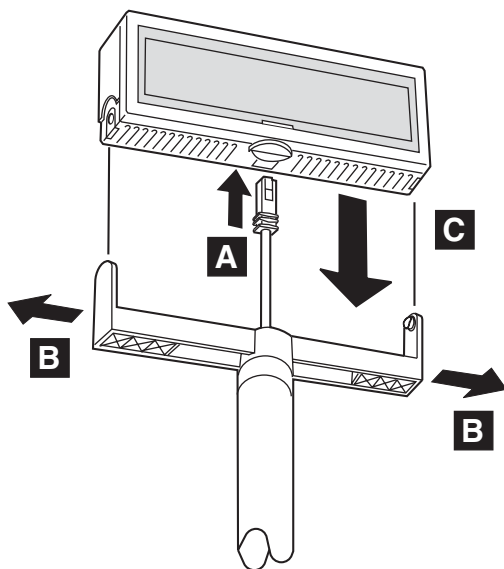

图 68. 在臂上放置字符/图形显示器
3. 将显示器电缆 (第 70 页的图 68 中的 **A**) 连接到显示部件。轻轻展开字符/图形显示器上的臂 ( **B** ), 然后安装显示部件 ( **C** )。